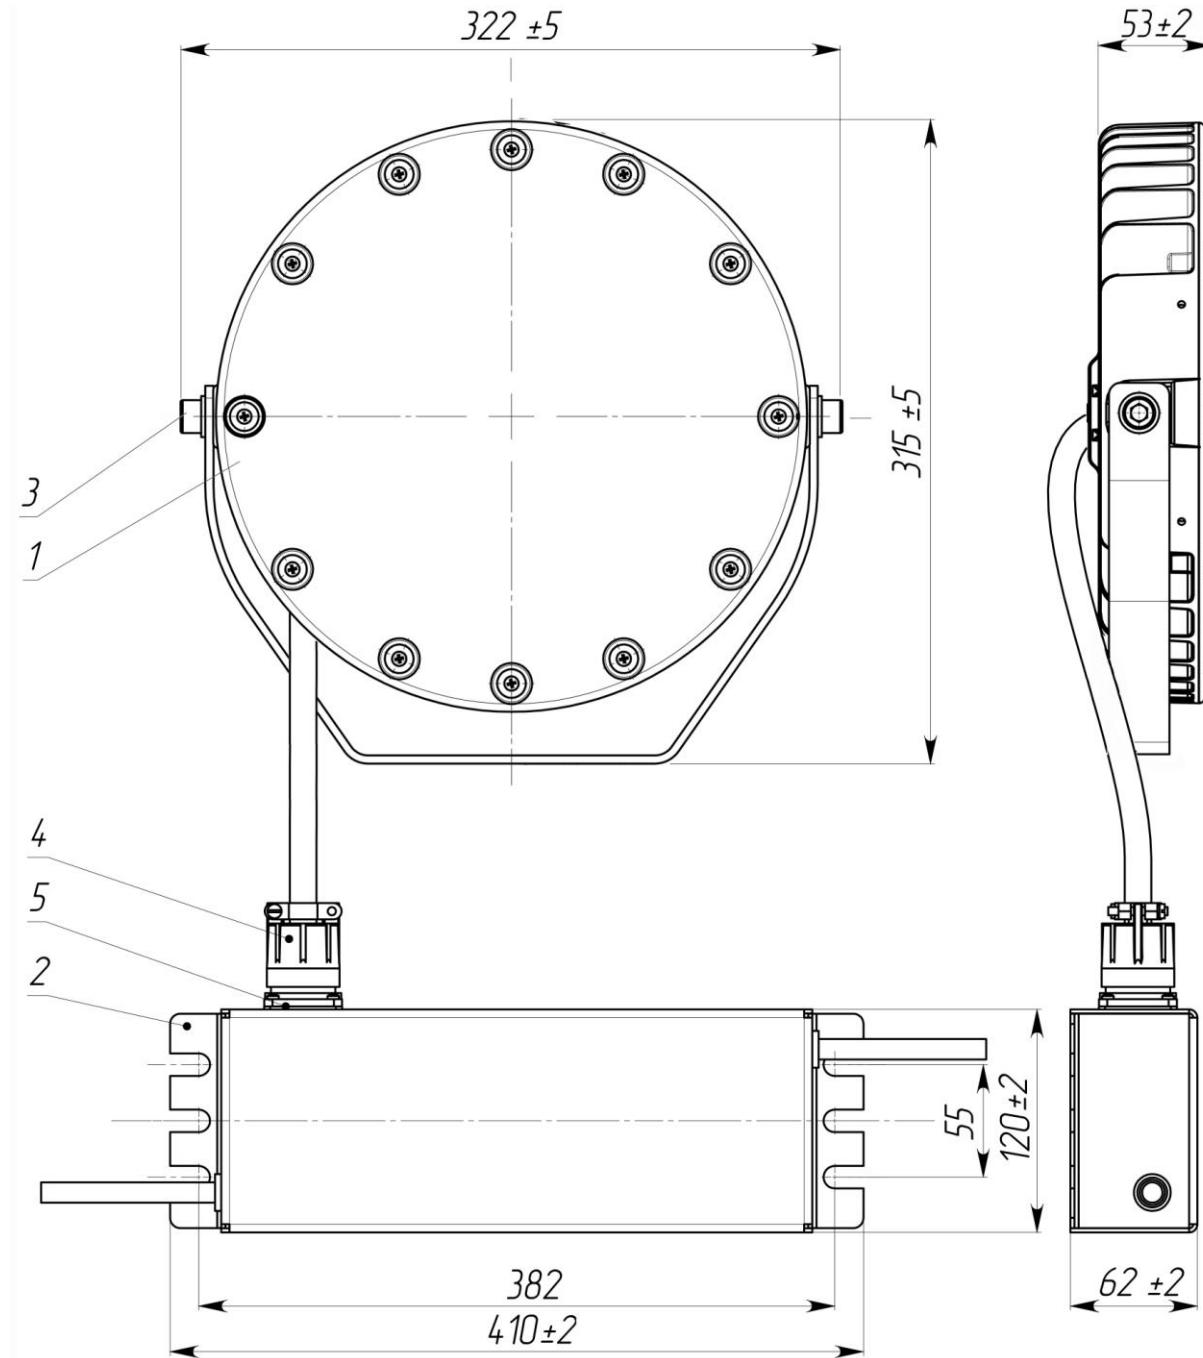

Рис.1
2.1. Прожекторы GALAD Аврора LED-108 M PC (рис.1) со светодиодными модулями предназначены для архитектурного освещения мостов.
5.1. Установить оптическую часть (поз.1 см. рис.1) прожектора, закрепив скобу тремя болтами M8.
5.4. Соединить разъемы оптической части (поз.4) и блока питания (поз.5 см. рис.1).